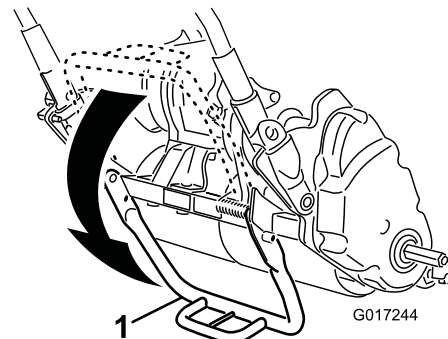

図 18
1. キックスタンドの中央部分を足で押し下げ、機体についている下部ハンドルサポートを引き上げてスタンドで機体を支える図 18。